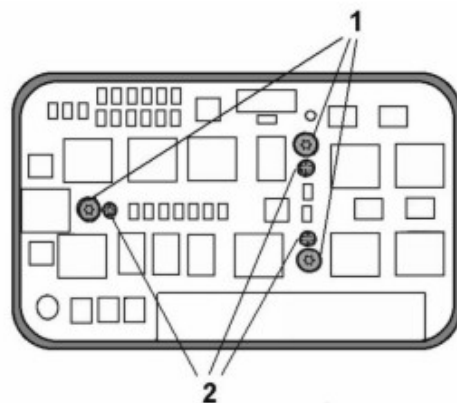

Figura 6.
22. Instalar relé (2) y fusible (1) (*Figura 6*)
22. Montare il relè (2) ed il fusibile (1) (Figura 6).